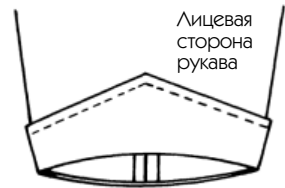

Рис. 385
### Второй способ (рис. 385)
4. Отверните отворот кверху и заутюжьте сгиб, чуть смещая его к низу (рис. 385). Если необходимо, пришейте вручную кончик нижнего шва рукава.